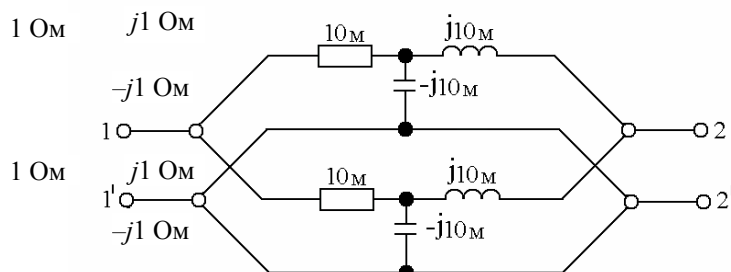

Рис. 5.16
5.16. Составим схему эквивалентного ЧП (рис. 5.16)